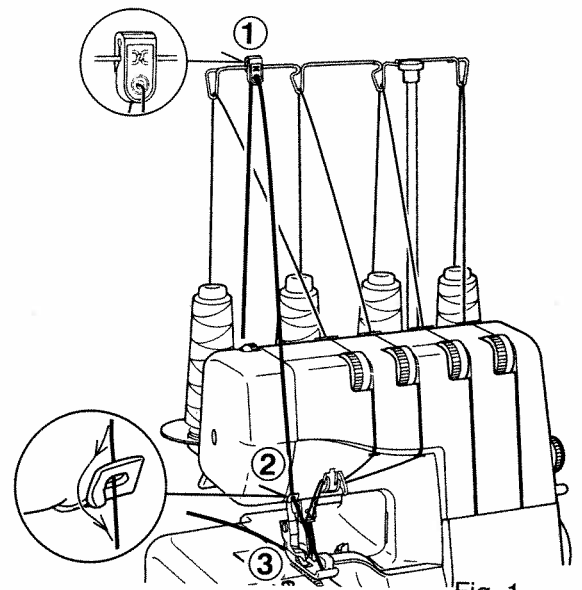

Fig. 1
3. Turn the fabric, lower the presser foot and begin stitching in the new direction. Fig. 1.
3. Gire el tejido, baje el pie prensatelas y continúe cosiendo en la nueva dirección. Fig. 1.
3. Tourner le tissu, redescendre le pied presseur et coud dans la nouvelle direction (Fig.1).
1. Place a "filler" cord, such as a crochet cotton, gimp, wool, knitting yarn, or shirring elastic at the rear of the machine spool pin. Pass the cord through the cord guides (1) and (2) and then through the left needle thread guide (3). See Fig. 1.
1. Colocar un cordón "rellenador" como algodón de ganchillo, guimpe, lana, hilo de punto o hilo arrugado elástico en la parte posterior del carrete de la máquina. Pasar el cordón a través de las guías del cordón (1) y (2) y luego a través de la guía del hilo de la aguja izquierda (3). Ver Fig. 1.
Passer le fil de renfort dans les guides spéciaux (1) et (2) montés sur la coque de la machine, puis dans le passe-fil de l'aiguille gauche (3). Voir Fig.1.